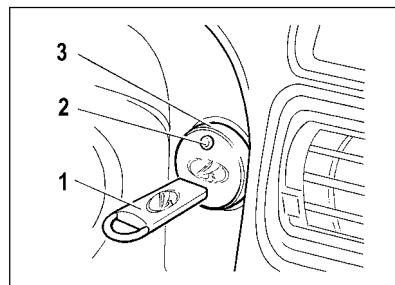

Рис. 22. Панель приборов
1. После открытия какой-либо двери или кратковременного включения зажигания (если выключатель в двери неисправен) иммобилизатор на 30 с переходит в режим "готовность к считыванию кода" - световой индикатор 2 (рис. 22) датчика-сигнализатора 3 мигает с удвоенной частотой.